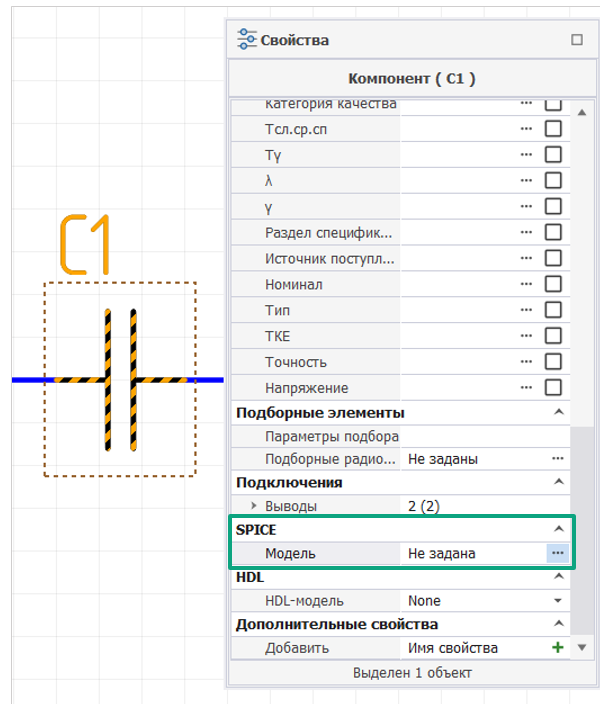

Рис. 11 Добавление Spice-модели
1. Нажмите символ «...» в поле «Свойства» → «SPICE» → «Модель», Рис. 11.